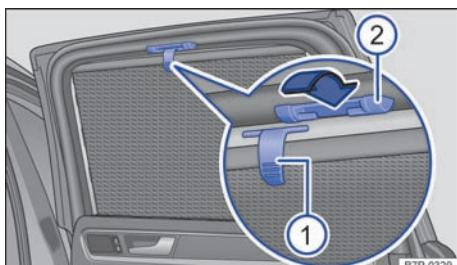

图 98 在右后车窗中：遮阳卷帘
- 通过突出的手柄 ⇒ 图 98 ① 将遮阳卷帘向上拉到底。
- 通过两个小环将固定杆挂入相应的支架 ② 中。检查拉出的遮阳卷帘是否已可靠挂入两个托架 ② 内。
- 卷起时将遮阳卷帘上部脱开，然后用手向下送，以便将其送回支座中 ⇒ ①。